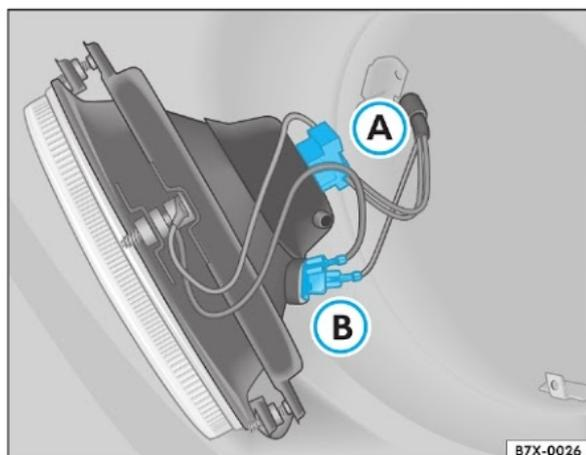

Fig. 86 Acesso à lâmpada da lanterna
- Puxe o soquete (B) ⇒ fig. 86 para remover a lâmpada.
- Posicione o soquete com a lâmpada no alojamento ⇒ fig. 86 e empurre-o até o batedor.